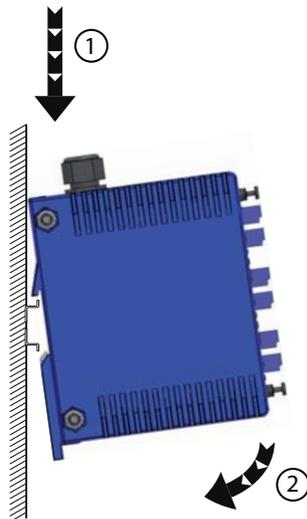

Abb. 14: Gerät auf Hutschiene montieren
- Hängen Sie den Schieber in die Schiene ein und drücken Sie das Gerät nach unten gegen die Schiene bis zum Einrasten (siehe Abbildung 14).